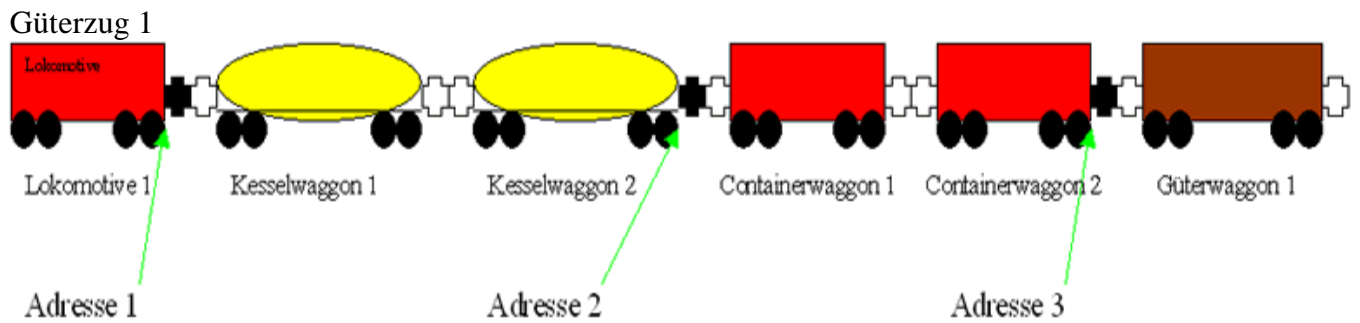

Bild 4
**Bild 4 zum Vergleich:** Die Rangierlokomotive heranzufahren und an den Güterzug ankuppeln. Danach Mehrfachtraktion der Lokomotive 1 (Adresse 1) und des Kesselwaggon 2 (Adresse 2) eingeben. (Programmieren der Mehrfachtraktion siehe Betriebshandbuch des jeweiligen Digitalzentralenherstellers.)